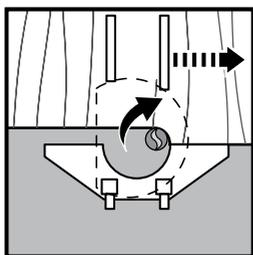

Fig. 29
- > Exercez une légère pression contre la pièce travaillée pendant la découpe, afin que le guide parallèle [18] et le roulement restent bien à plat contre le bord de la pièce (Figs. 29, 30).